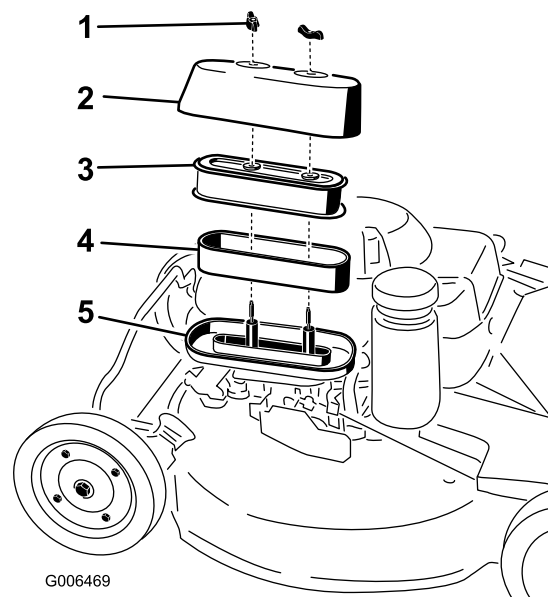

Figure 26
3. Retirez les 2 écrous de fixation du couvercle (Figure 26).
5. Déposez les éléments en mousse et papier de la base (Figure 26).
6. Sortez l'élément en mousse de l'élément en papier (Figure 26).